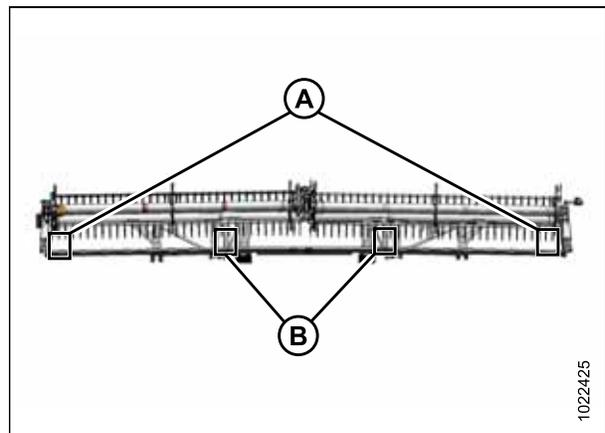

Figura 5.224: Pontos de medição
8. Meça a distância (X) entre os pontos (C) e (D) nas extremidades de cada molinete (A), e nos locais flexíveis (B). (Consulte a figura 5.224, página 520 para os locais de medição.)